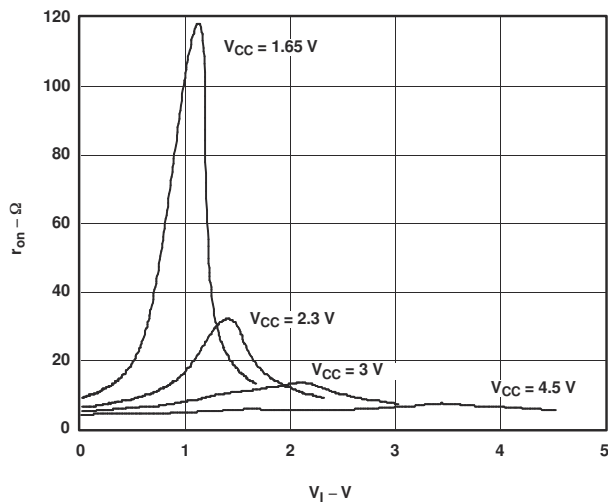

图 6-1. 典型  $R_{on}$  与输入电压 ( $V_I$ ) 之间的函数关系 ( $V_I = 0$  至  $V_{CC}$ )
| r on       | 导通状态开关电阻(2)              | 请参阅图 7-1和图 6-1   | V I = 0V , I O = 4 mA      | 1.65V                 | 11 20   |       | Ω  |
| r range    | 信号范围内(2) (3)的导通状态开关电阻    | 0 ≤ V Bn ≤ V CC( 请参阅图 7-1 和图 6-1 )             |  | I A = -4mA | 1.65V   | 140   |    |